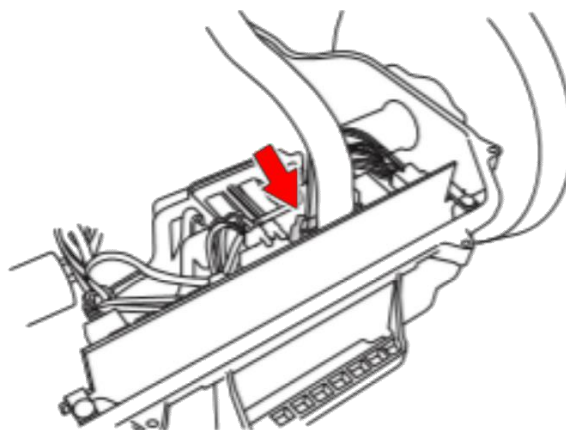

Figura 3
4. Scollegare il cavo HMI dalla stampa principale. Ciò è indicato da una freccia nella Figura 3.